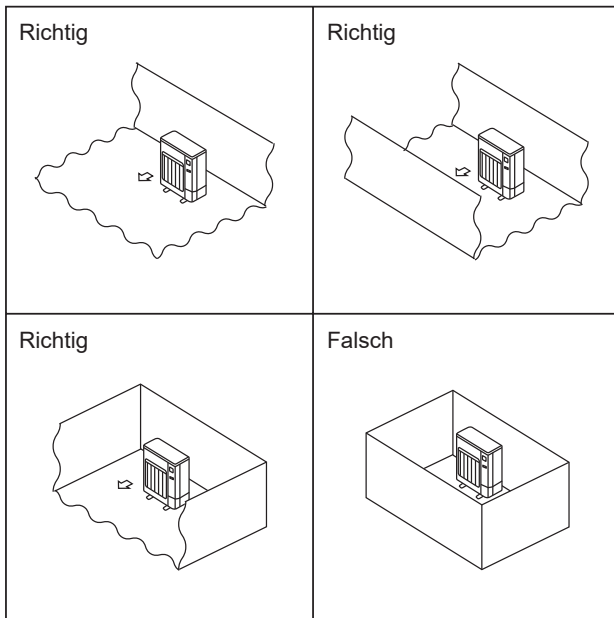

Fig. 2-2
- Ⓢ Installieren Sie Außenanlagen an einem Ort, an dem wenigstens eine der vier Seiten offen ist, und in einem ausreichend großen Raum ohne Senken. (Fig. 2-2)